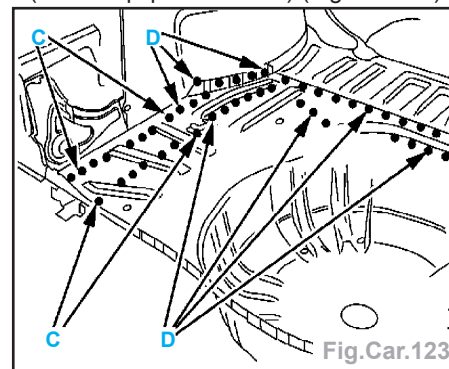

Fig.Car.123
- Souder par points électriques suivant C (avec l'équipement CA1) (Fig.Car.123).